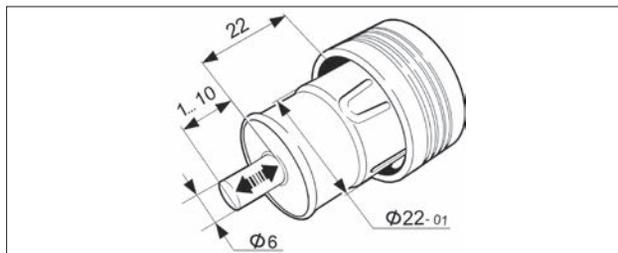

Рис. 216. Размеры вилки электрического прибора для использования в патроне для подключения дополнительных потребителей
предохранителя, который временно отключит электрический аксессуар. В случае повторного срабатывания предохранителя электрический аксессуар отключить для проверки его соответствия пункту 2 и рис. 216.
**5.** Использование аксессуаров, не соответствующих пункту 2 и рис. 216, может привести к короткому замыканию в цепи автомобиля.